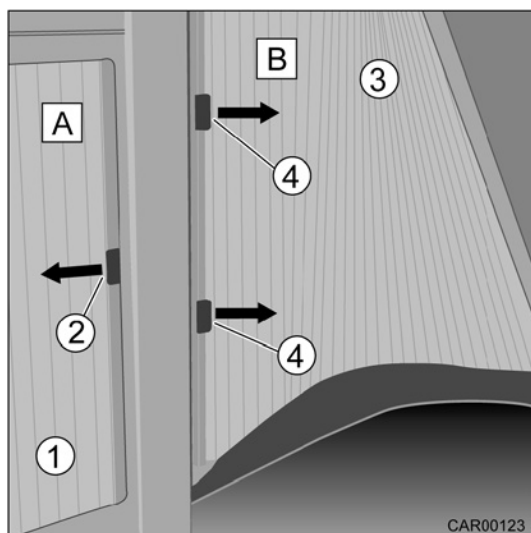

Fig. 82 Store occultant sur la vitre latérale/portière côté conducteur
1. Ouvrir le store (Fig. 82/1) dans le sens de la flèche (←).
2. Fermer le store (Fig. 82/1) dans le sens de la flèche (→) et le verrouiller au moyen d'un aimant (Fig. 82/2).
1. Ouvrir le store (Fig. 82/3) dans le sens de la flèche (→).
2. Fermer le store (Fig. 82/3) dans le sens de la flèche (←) et le verrouiller au moyen des fermetures à serrage (Fig. 82/4).